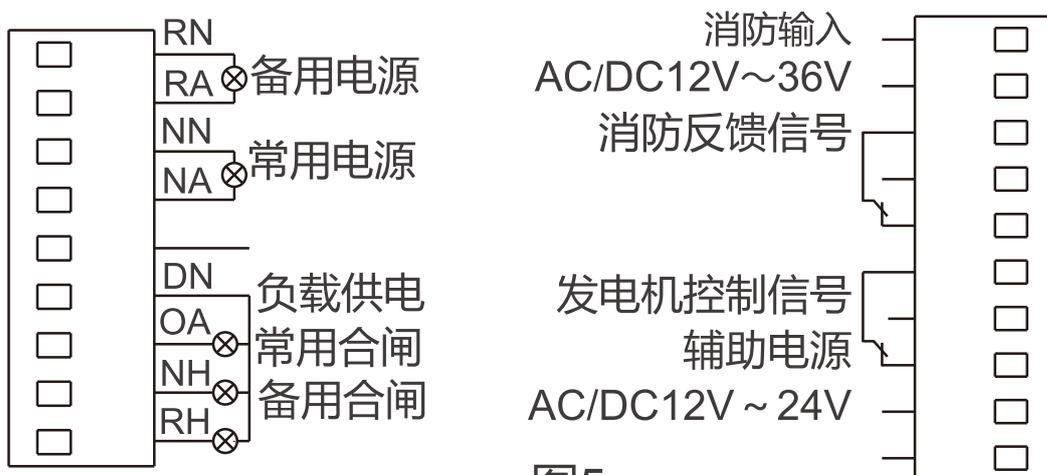

图5
6.3.2 智能型输出端子接线示意图见图5 (注：左侧端口有源)